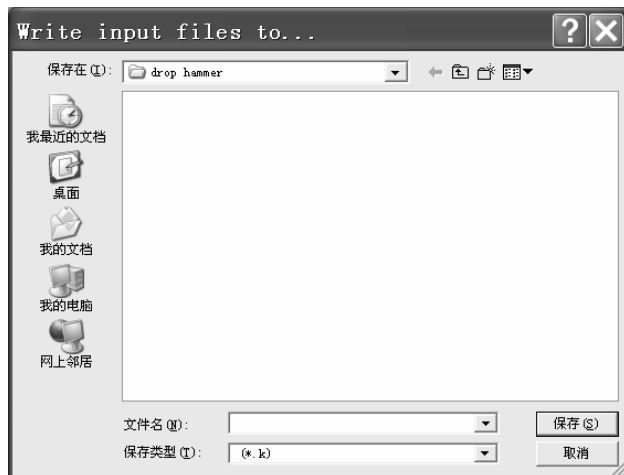

图 6-36 “Write input files to...” 窗口
(2) 在 “Input files to be Written for LS-DYNA” 窗口中 “Write results files for...” 后的方框中选择 “LS-DYNA” (单击该方框后的倒立三角形来选择)。再单击 “Write input files to...” 后的 “Browse...” 按钮, 弹出 “Write input files to...” 窗口 (见图 6-36)。